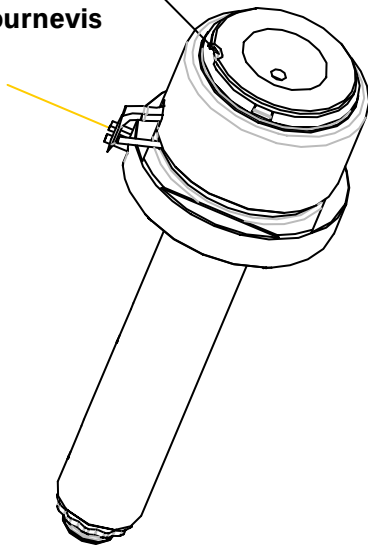

Fig. 67 – Entaille pour insertion de la lame de tournevis
1. Introduire la lame d'un tournevis dans l'entaille située sur la tête, puis extraire le circlip de son logement (Fig. 67).